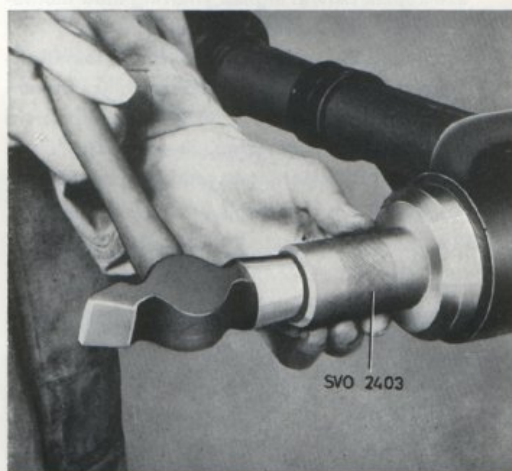

Bild 8. Mont. av tätningring.
3. Lägg i ny papperspackning och montera den nya tätningringen med verktyg SVO 2403, bild 8.